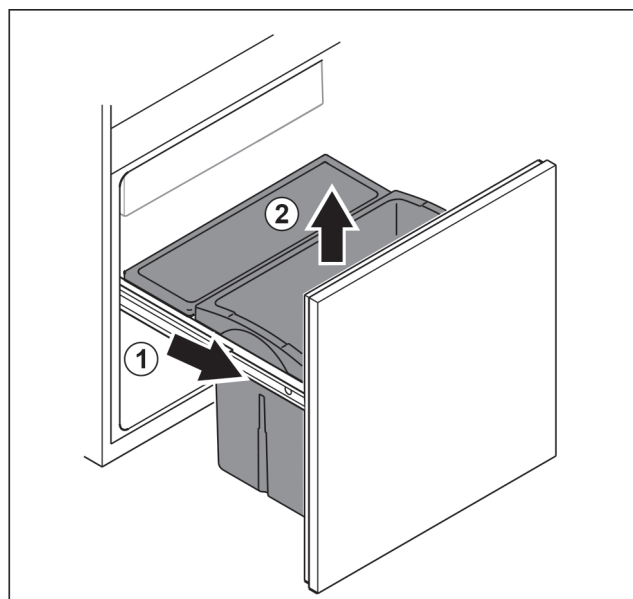

Fig. 80
- ▶ Изтеглете изтеглящата се ракла докрай. Fig. 80 (1)
- ▶ Извадете чекмеджето нагоре. Fig. 80 (2)